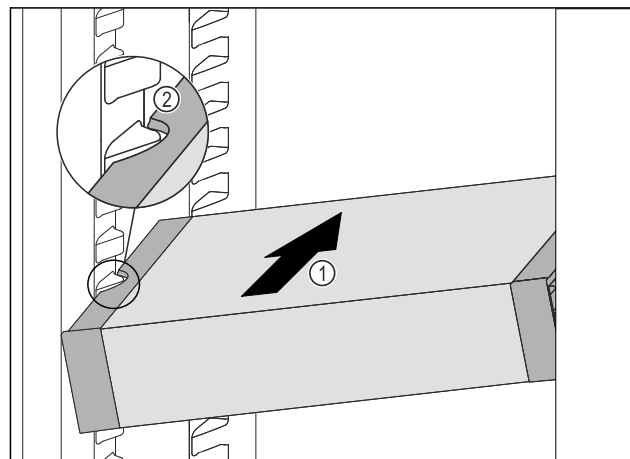

Fig. 121
► Insérer le VarioSafe en biais dans la partie réfrigérateur Fig. 121 (1) jusqu'à ce que les encoches latérales Fig. 121 (2) du VarioSafe se trouvent à la hauteur de la nervure du bac dans la partie réfrigérateur.